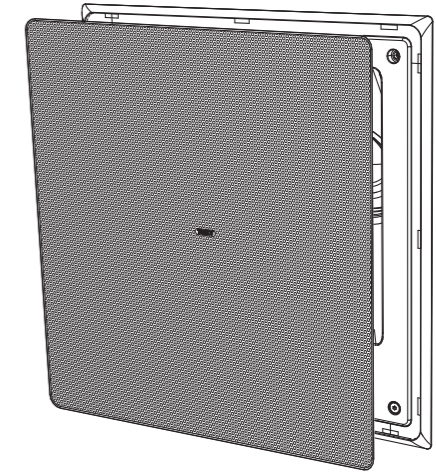

Fig. 21. Install the grille
1. Galleret bör försiktigt monteras genom att gallret försiktigt upp i gallret med baffeln och ramen på insidan (Fig. 21). För att undvika skador på indraget, tryck inte mitt på gallret; applicera jämnt tryck på varje hörn när det trycks ordentligt på plats.